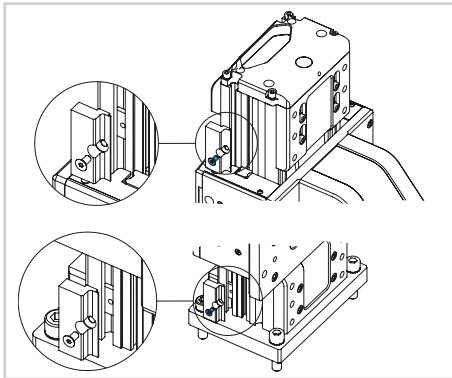

図 27
- 3) センサードッグを所定の位置に固定します (図 27)。